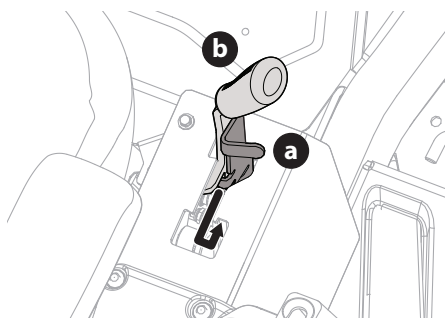

Figura 1
1. Para conectar la derivación de la transmisión, tire de la palanca de derivación de la transmisión (a) situada a la derecha del asiento del operador (junto a la palanca del freno de estacionamiento (b)), hacia atrás y hacia la muesca situada en el lado derecho de la ranura (Figura 1).